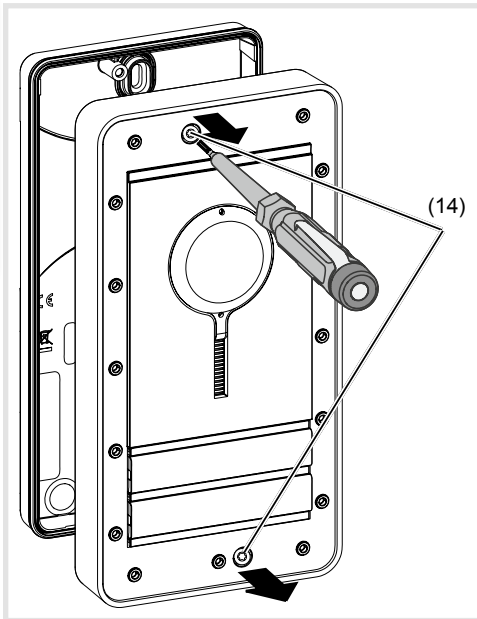

Figura 4: Prima apertura 1
- Svitare le due viti (14) della stazione da porta (Figura 4).